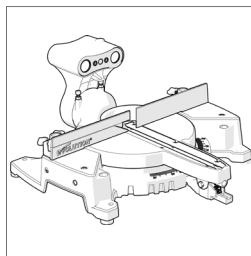

Fig. 1a
- La base con il collo di inclinazione (**Fig. 1a**).